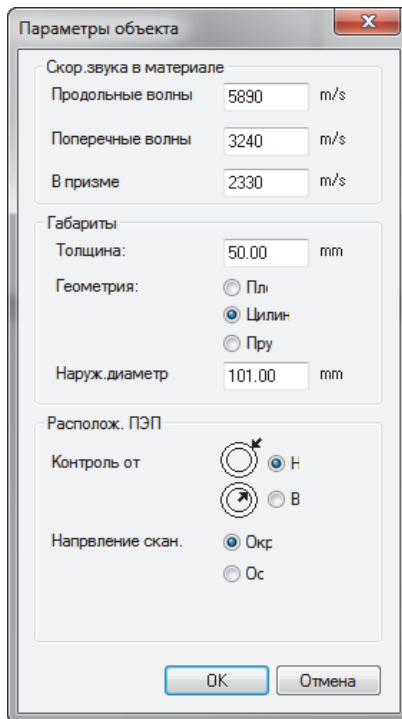

Рис. 4-14 Диалоговое окно Параметры объекта
4. В диалоговом окне **Парам-ры объекта** (Рис. 4-14 на стр. 117) выполните следующее: